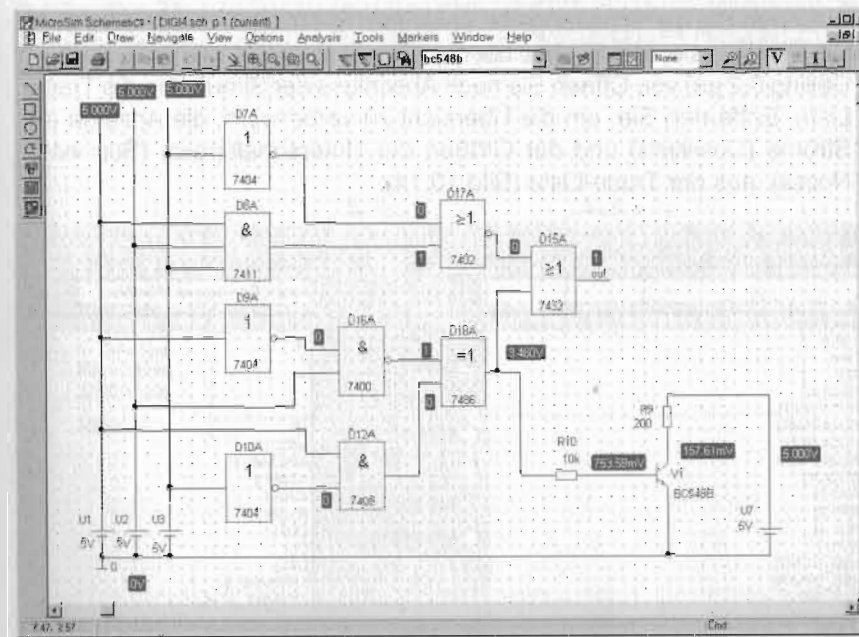

Bild 10.12: Gemischt analog-digitale Schaltung mit Anzeige digitaler Pegel an rein digitalen Knoten und analoger Spannungen an gemischt analog-digitalen Knoten
- Ergänzen Sie die Schaltung durch einen Transistor BC548B als Treiber (Bild 10.12) und speichern Sie die Schaltung als DIGI4.SCH. Nehmen Sie für die veränderte Schaltung eine erneute Simulation vor. Ihr Simulationsergebnis sollte dem aus Bild 10.12 gleichen¹⁾.